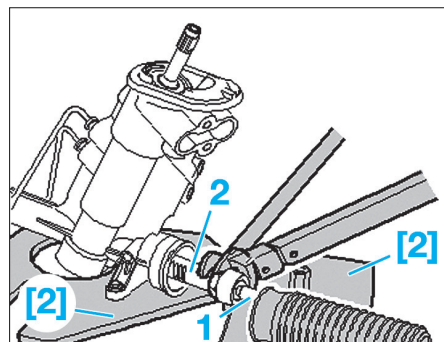

FIG. 16
- Serrer le mécanisme de direction sur l'outil [1] et [2] (alésage n°5) comme illustré (Fig.16).